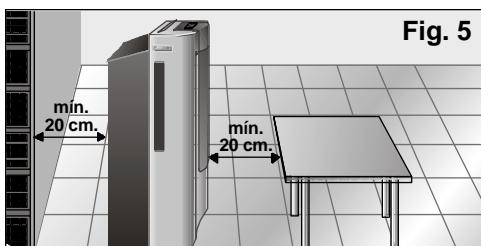

Fig. 5
- Por segurança, antes de ligar o seu equipamento é necessário que este esteja separado pelo menos 20 cm de qualquer superfície próxima, Fig. 5.